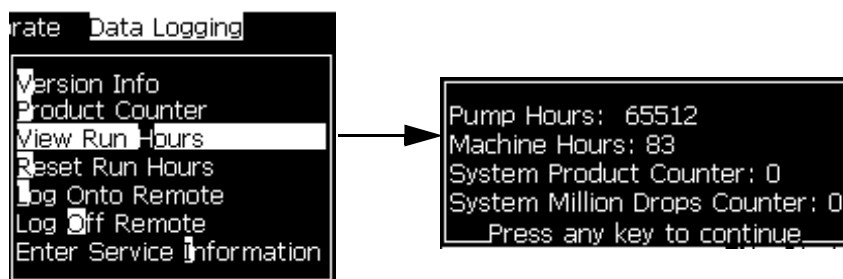

Figura 4-17: Exibir horas de funcionamento
- 1 Selecione *Exibir horas de funcionamento* (veja Figura 4-17) no menu *Registro de dados*. A caixa de diálogo Horas de funcionamento aparece.